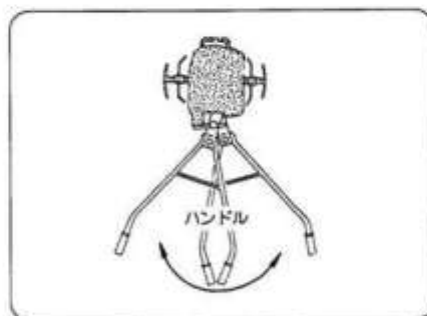

図15
2) 旋回のしかた(図15)
- ① 旋回または進路変更をするときはハンドルを振っておこないます。